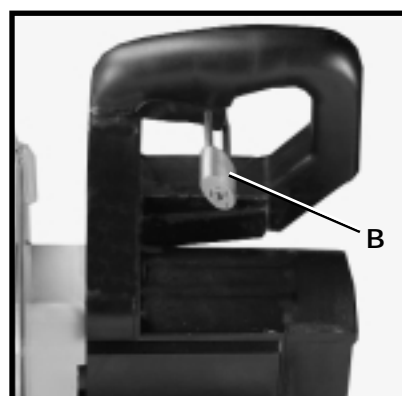

Fig. 13
IMPORTANT : L'interrupteur doit être verrouillé à la position «OFF» (ARRÊT) à l'aide d'un cadenas (B) fig. 13 doté d'un arceau de 3/16 po de diamètre, lorsque la machine n'est pas utilisée pour empêcher une utilisation non autorisée.